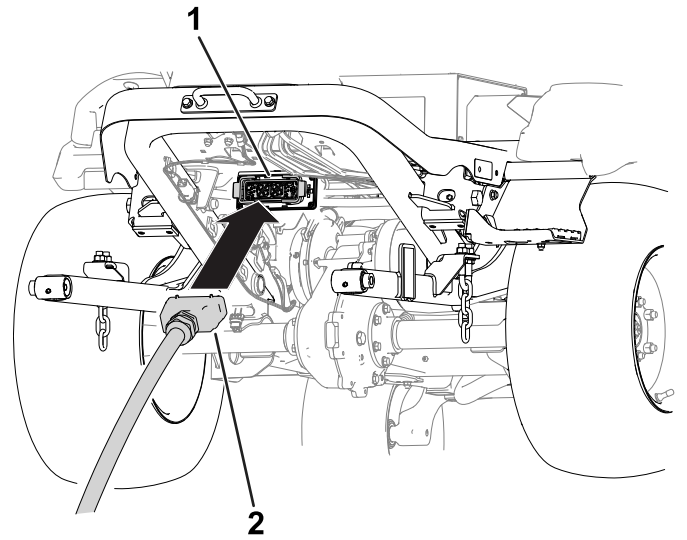

図 4
6. カッピングユニットのコネクタをマシン側のコネクタ(図 4)に差し込む。